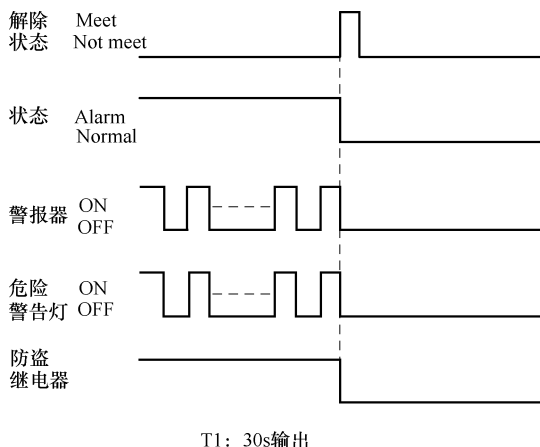

图 2-15 警报解除
① 在系统处于警戒状态时。如果打开任何车门或盖，进入警报状态，输出警报器响及警告灯闪烁 27s 钟（ON/OFF 1 次）。
② 确认警报器和危险警告灯输出的时间间隔。
③ 在警报状态，即使关闭打开的车门或盖，会持续发出警报（在最初的警报结束后，如果重新打开车门或盖，将重新发出警报）。
7. 防盗警报解除（图 2-15）功能。